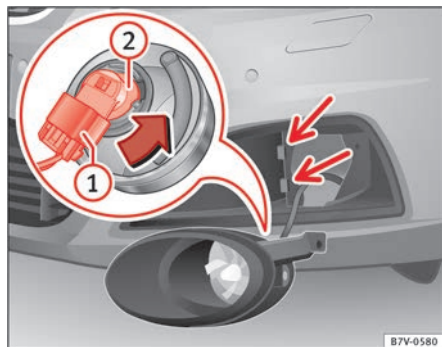

Abb. 208 Glühlampe im Scheinwerfer auswechseln.
4. Scheinwerfer ein wenig nach vorn klappen und aus den seitlichen Aufnahmen ⇒ **Abb. 208** (kleine Pfeile) herausziehen.
5. Anschlussstecker ⇒ **Abb. 208** ① entriegeln und abziehen.
Lampenhalter ⇒ **Abb. 208** ② in Pfeilrichtung bis zum Anschlag nach links drehen und mit der Glühlampe nach hinten herausziehen.
8. Anschlussstecker ⇒ **Abb. 208** ① auf den Lampenhalter ⇒ **Abb. 208** ② stecken. Der Anschlussstecker muss hörbar einrasten.
9. Scheinwerfer in die Aufnahmen ⇒ **Abb. 208** (kleine Pfeile) stecken und nach hinten klappen.